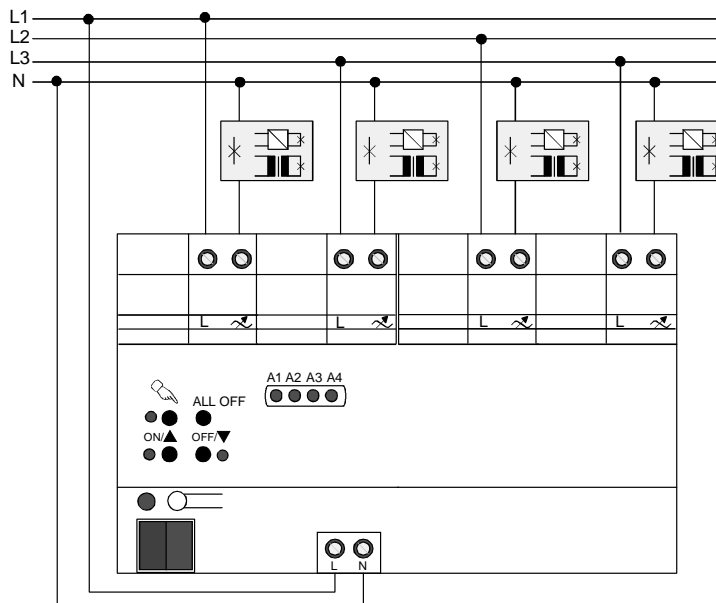

Fig. 1: Raccordement électrique de la tension de réseau et de la charge
- Effectuer le raccordement de l'alimentation en tension de réseau, des charges et du câble de bus selon la Fig. 1 (exemple de raccordement).